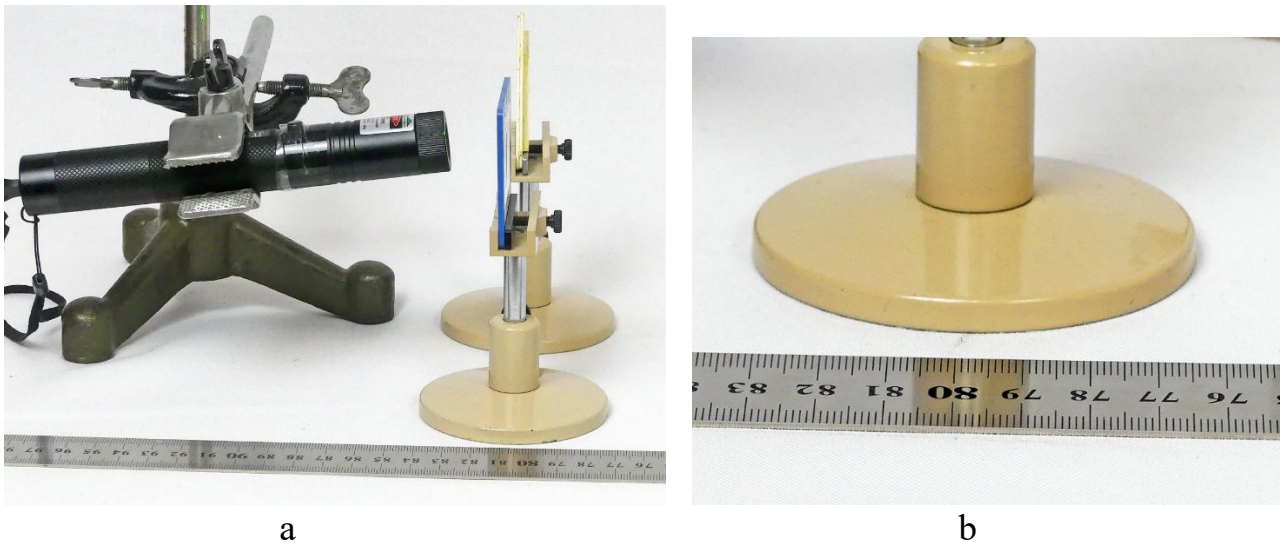

Рис. 8
2. Виміряйте і запишіть значення відстані  $l$  між ґраткою і екраном (дивись рисунок 8).